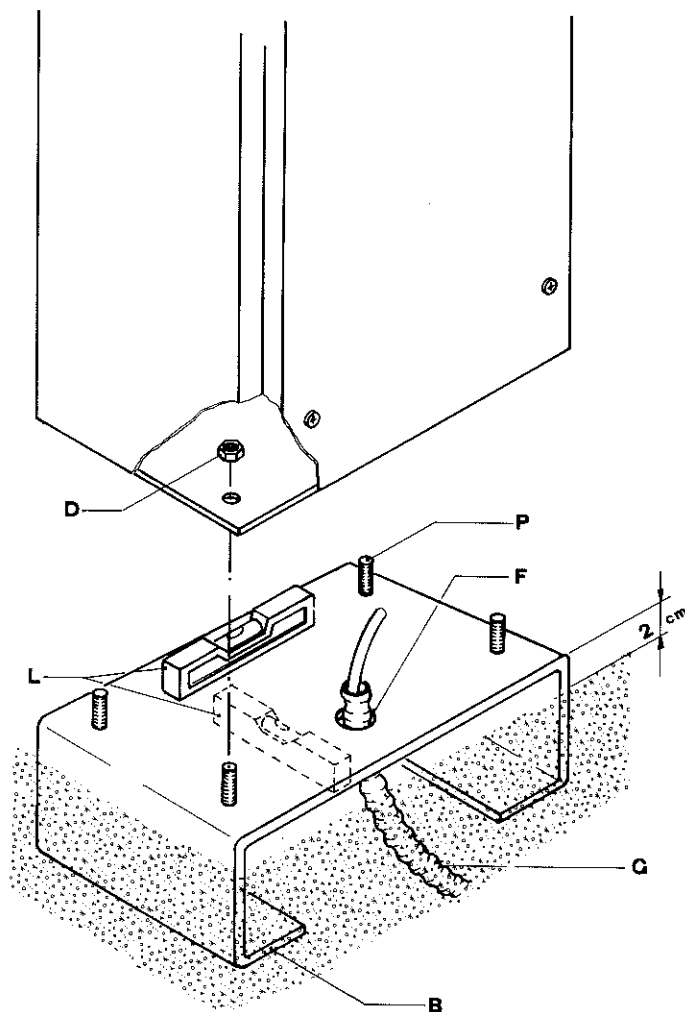

FIG. 1
Eseguiere l'ancoraggio al suolo con un getto di calcestruzzo dopo aver saldato alla base i 4 prigionieri P per il fissaggio del cassone. (vd. fig. 1).
Effectuer l'ancrage au sol avec du ciment après avoir soudé sur la base les 4 vis (P) pour la fixation du caisson. (Voir Fig. 1).
Anchor the base to the ground with concrete after having fastened the 4 stud bolts P for fastening to the box. (See figure 1).
Efectuar el anclaje al suelo con hormigón después de haber soldado en la base los 4 prisioneros P para la fijación del cajón (Ver fig. 1).